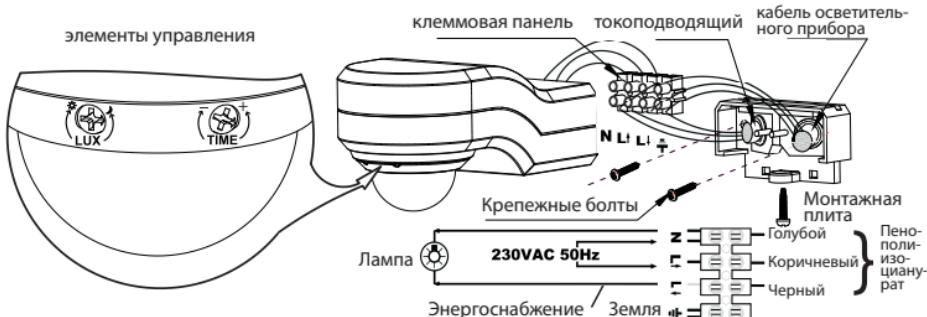

рис. 2
**УСТАНОВКА** (смотри также рис. 2)**ВАЖНО:**
- подключите токоподводящий кабель и кабель осветительного прибора (лампы) к клеммовой панели (смотри рис. 2).
## ПОНИМАНИЕ ЭЛЕМЕНТОВ УПРАВЛЕНИЯ (см. рис. 2)